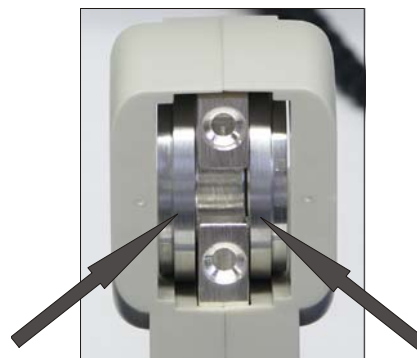

Fig. 1 Alojamiento del cabezal de medida con los anillos de montaje insertados.
- Se insertan los anillos de montaje a la izquierda y a la derecha (ver Fig. 1).